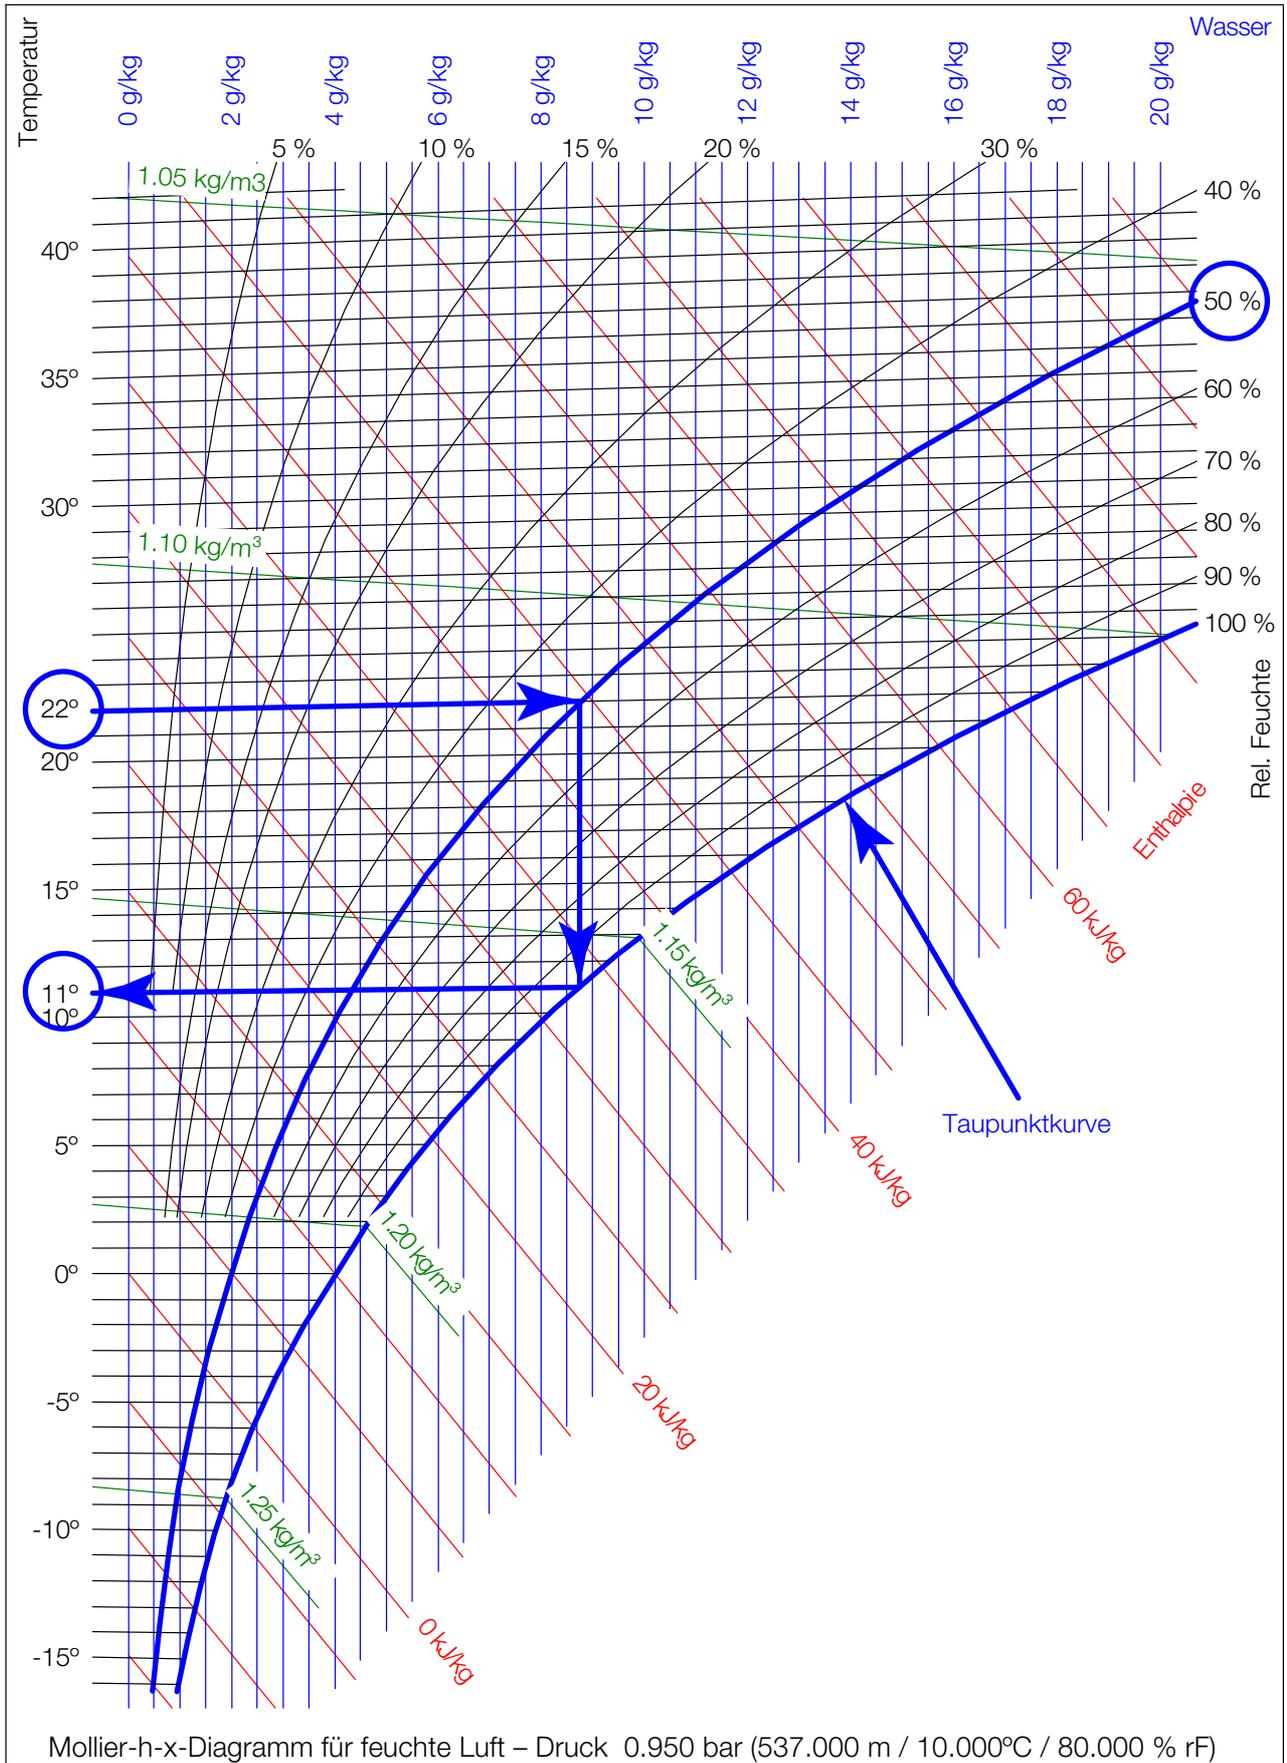

Abb. 6: Mollier-h-x-Diagramm für feuchte Luft
**Hinweis:** Bei den CW-Geräten muss die Wasservorlauf-temperatur stets so gewählt (geregelt) werden, dass sie bei bestehender Umgebungstemperatur und -luftfeuchtigkeit im Rechenzentrum ständig über dem Taupunkt liegt. Der Taupunkt lässt sich aus dem Mollier-h-x-Diagramm ersehen (Abb. 6). Es wird darüber hinaus die Einhaltung des ASHRAE-Standards „ASHRAE TC 9.9, 2011 Thermal Guidelines for Data Processing Environments“ empfohlen.
punkt unterschritten wird (Abb. 6 „Mollier-h-x-Diagramm für feuchte Luft“).